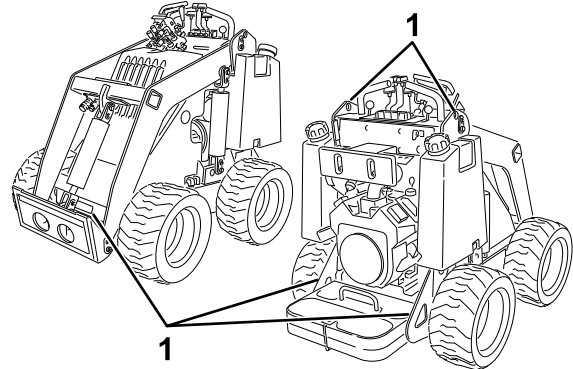

Figura 13
8. Utilice los puntos de amarre metálicos de la máquina para sujetar la máquina firmemente al remolque o al camión con correas, cadenas, cables o cuerdas (Figura 13). Consulte la normativa local respecto a los requisitos de amarre.
Puede izar la máquina usando los puntos de amarre/izado; consulte Figura 13.